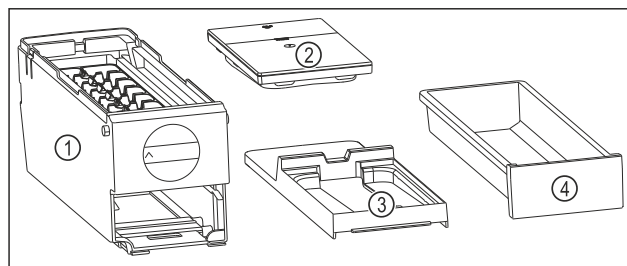

Fig. 89 Composants de l'EasyTwist-Ice
- ▷ L'EasyTwist-Ice est démonté en quatre parties. (voir Fig. 89)
- ▶ Ne démontez l'EasyTwist-Ice que de la manière illustrée. (voir Fig. 89)
- ▶ Nettoyez le corps de l'EasyTwist-Ice Fig. 89 (1) dans son ensemble.